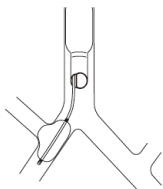

Fig.9
- For høyre torakotomi, plasser du og blåser opp blokkeringsmansjetten slik at den lett hernieres i øvre flik av bronkien. Dette vil bidra til å fikse blokkeringsmansjetten på plass og blokkere den høyre hovedstammens bronkie sikkert (Fig. 9).